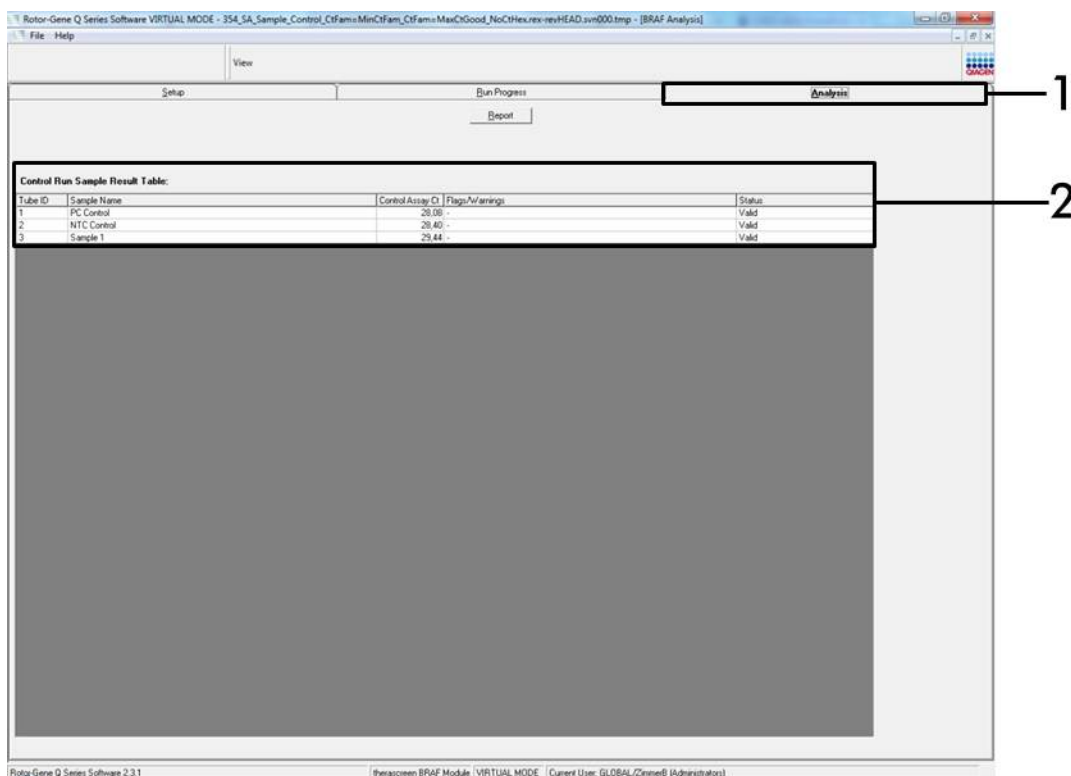

Bild 9. Fliken "Analysis" [Analys] och rapportering av resultat. (1 = fliken "Analysis" [Analys], 2 = "Sample Result Table" [Tabell med provresultat].)
Obs: Om fliken "Analysis" [Analys] inte öppnas klickar du på fliken "Analysis" [Analys] (bild 9).
17. Kontrollresultat rapporteras på följande sätt i "Sample QC Result Table" [Tabell med QC-provresultat] (bild 9).